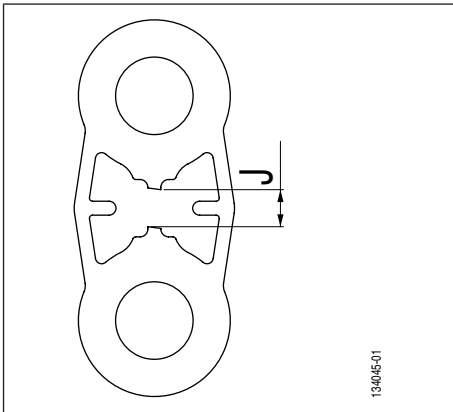
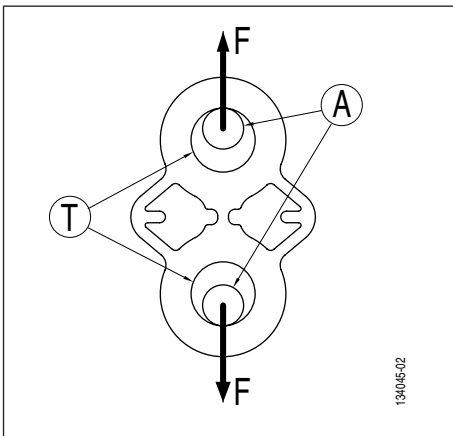
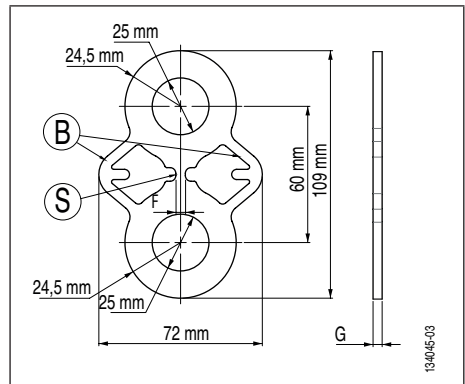
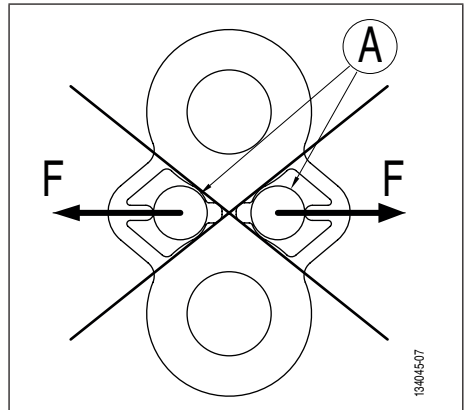

Fig. 1
Fig. 2
Fig. 3
Fig. 5
A carga de teste é atingida com a ruptura da seção central da placa (Fig. 3, página 51, item S). Um par de braços de retenção (Fig. 3, página 51, item B) permite garantir a manutenção da linha de carga após a ruptura da seção indicadora 'S'.
Uma gama completa de placas de teste TA foi desenvolvida para testar em tração os pontos de amarração. Os furos de fixação (Fig. 2, item T) das placas são dimensionados para receber manilhas lira de alta resistência. As diferentes referências de placas de teste TA são fabricadas em aço inoxidável da mesma nuance para garantir a ruptura da seção (Fig. 3, página 51, item S) com uma precisão de +/- 10% em relação à carga de ruptura CR indicada na placa (capítulo 11. *Marcações*). Os braços de retenção (Fig. 3, página 51, item B) são dimensionados para garantir uma resistência mecânica no mínimo igual à carga de ruptura CR indicada na placa.
- Colocação sob carga da placa de teste TA (Fig. 2).
- À carga de ruptura CR indicada na placa (capítulo 11. *Marcações*) ruptura da seção S (Fig. 3, página 51, item S).
- Alongamento da placa e aparição de uma folga 'J' entre as duas metades superior e inferior da placa de teste TA (Fig. 1, folga J).
⚠ PERIGO: Se operador recolocar a placa sob carga após a ruptura da seção 'S', existe um risco de ruptura dos braços de retenção (Fig. 3, página 51, item B) e queda do aparelho de carga A folga 'J' máxima (Fig. 1, folga J) não deve exceder 15 mm.
⚠ PERIGO: É estritamente proibido fixar os eixos de manilha nos braços de retenção (Fig. 5, página 52).
2. Verificar que a placa de teste de ruptura TA está corretamente amarrada (Fig. 2, página 51 e Fig. 5, página 52).
6. Amarrar a placa de teste TA pelos seus braços de retenção (cf. Fig. 5, página 52).